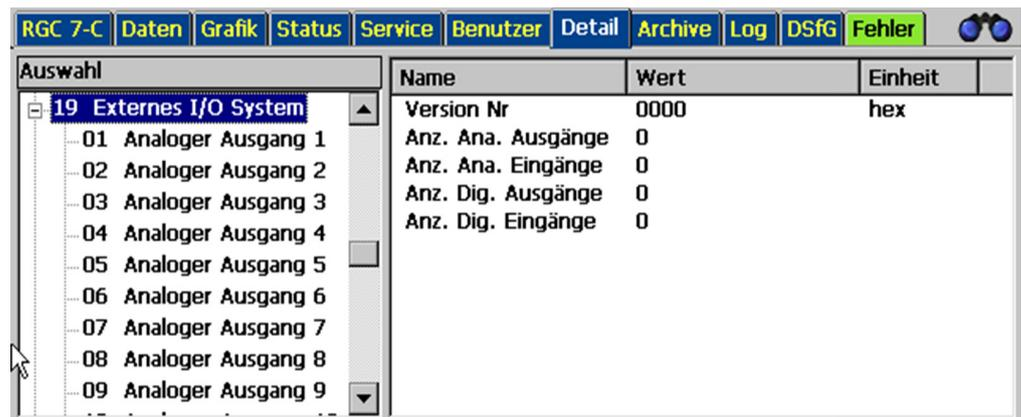

Abb. 26: Menü Detail – 19 Externes I//O System
- Anzeige der Anzahl von verfügbaren analogen Ein- und Ausgängen und digitalen Ein- und Ausgängen der zusätzlichen Schnittstellenmodule (Fa. Wago) (vgl. Abb. 26).